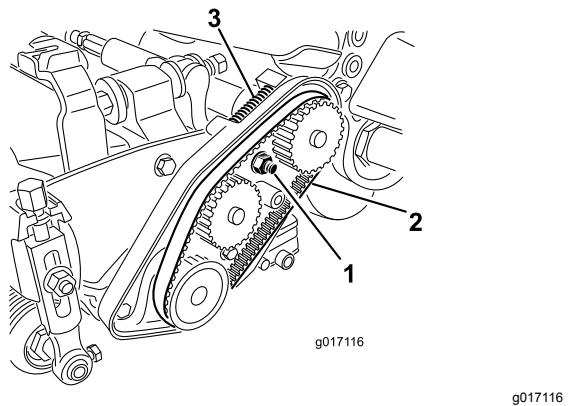

図 46
- A. ベアリングハウジング取り付けナットをゆるめる図 46。
- C. ベルトケース内部や圧縮スプリングについているごみをきれいに取り除く図 46。